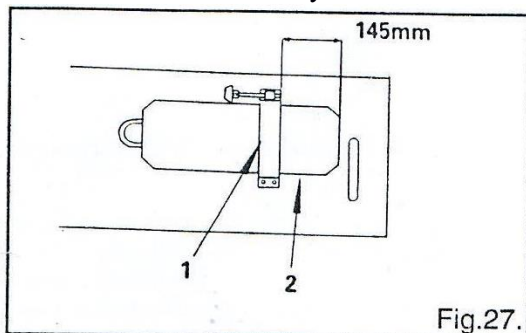

Fig.27.
**23. Установка коленоподъемника (Рис. 27, 28, 29) (2053/53A/63)****ВНИМАНИЕ!**
1. Замечание: для вышивания горизонтальное расстояние можно регулировать в любых пределах между минимумом и максимумом, можно установить вертикальное расстояние на «0». Можно сконструировать и установить коленоподъемник таким образом, чтобы с его помощью управлять смещением иглы (Рис. 27, 29).